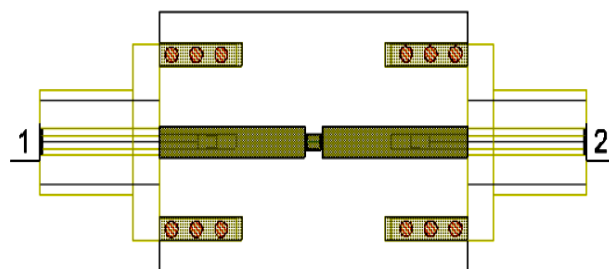
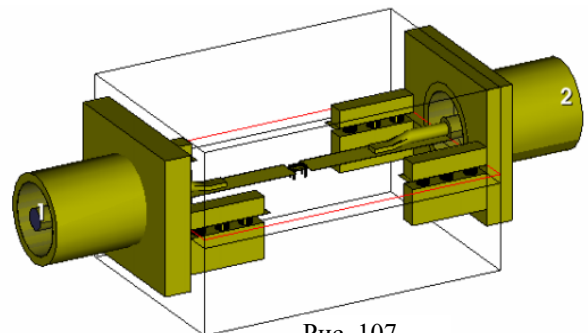

Рис. 106
Рис. 107
7. Скопируйте площадку и перемычки и вставьте их в нужных местах и в нужных положениях под гребнями разъёма SMA. Результат должен выглядеть примерно как показано на рис. 106. трёхмерное отображение полученной структуры на рис. 107.